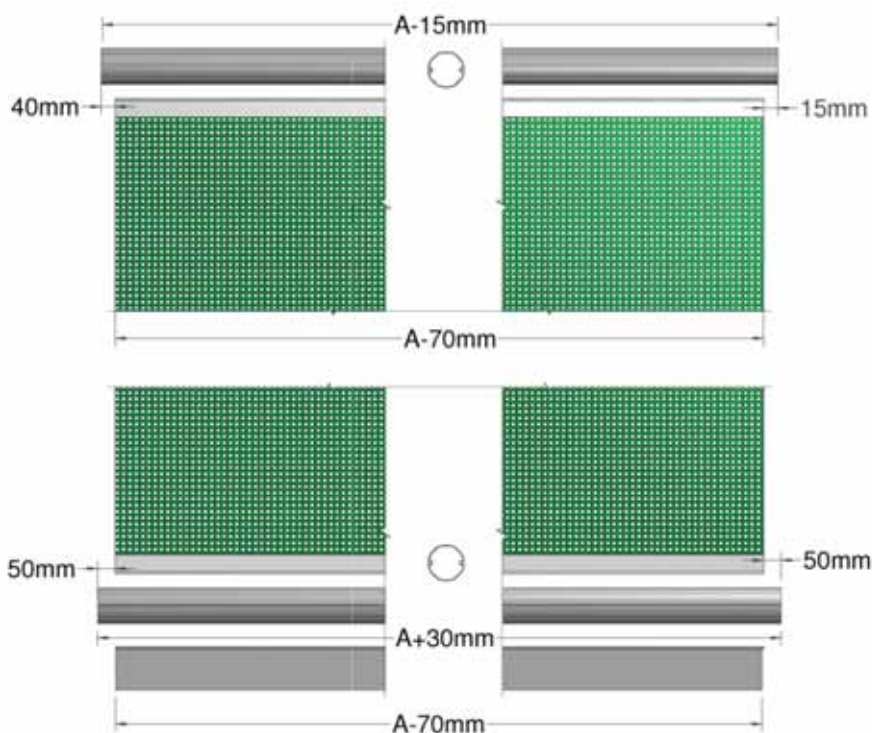

Figure 5a, Longueurs de coupe standards des tubes et du matériau
4. Découpe des longueurs (Figure 5a, 5b):